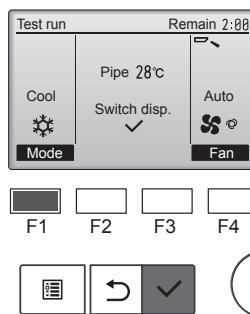

Fig. 7-6
- ① **F1** düğmesine basarak, "Cool" (Soğutma) ve "Heat" (Isıtma) çalışma modları arasında geçiş yapın. (Fig. 7-6)